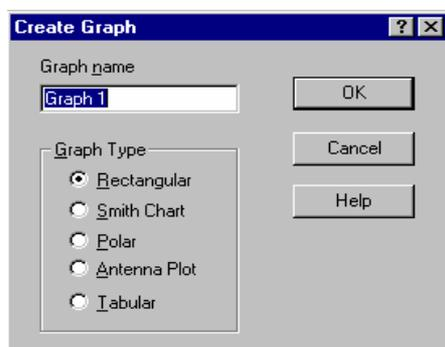

Рис. 3.11. Выбор типа графика
**Добавление графика.** Для добавления в проект графика в меню **Project** выберите пункт **Add Graph** (добавить график) и в открывшемся диалоговом окне **Create Graph** (создание графика) установите кнопку **Rectangular** (рис. 3.11). Для закрытия диалогового окна нажмите кнопку **OK**.